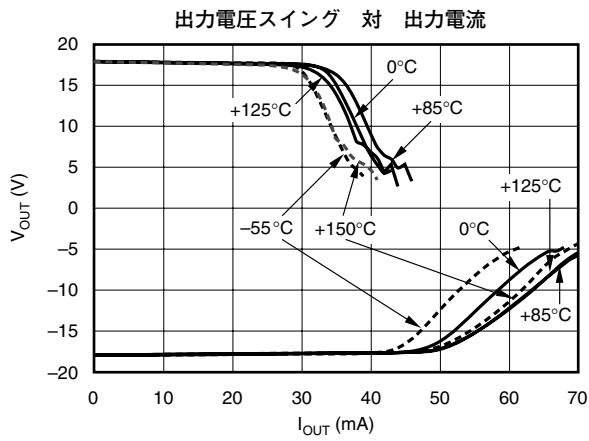
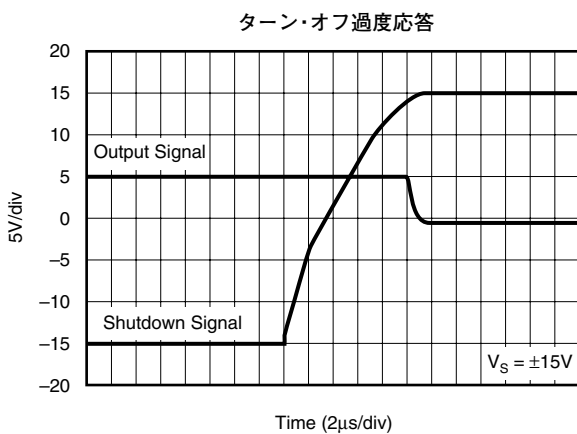
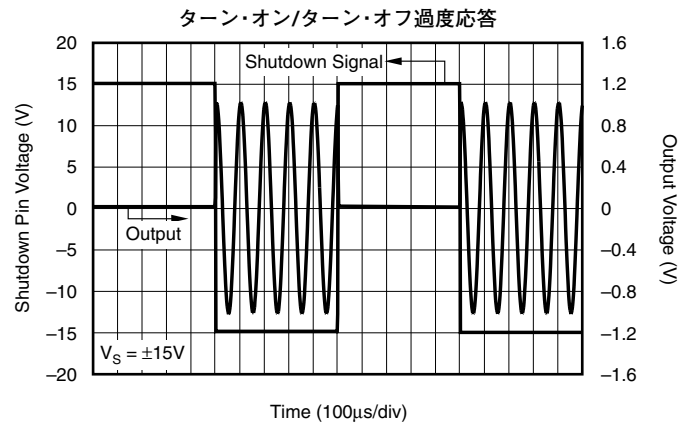

図 39
図 41
図 43
(2) ディスエーブル時、出力はハイ・インピーダンス
(3) 図39~図41の代表的特性を参照
(4) Typical θ_{JA} specification is based on the use of a high-k board.
OPA211のシャットダウン(イネーブル)機能は、オペアンプの+電源を基準とします。“High”でオペアンプをディスエーブルにします。“High”は、SHUTDOWN端子が(V+) - 0.35V以上で確定し、“Low”は(V+) - 3V以下で確定します。例えばV_{CC}が±15Vの時、デバイスは12V以下でイネーブルとなります。ディスエーブルには14.65V以上でなります。もしデュアル、または2電源使用時は、“High”または“Low”の確定は+電源電圧を基準としていることに注意して下さい。この端子は、“High”または“Low”に確定したレベルで駆動する必要があります。オープンにはできません。イネーブル、およびディスエーブル時間は、代表的特性(図41~図43)を参照して下さい。ディスエーブル時は、出力はハイインピーダンスとなります。